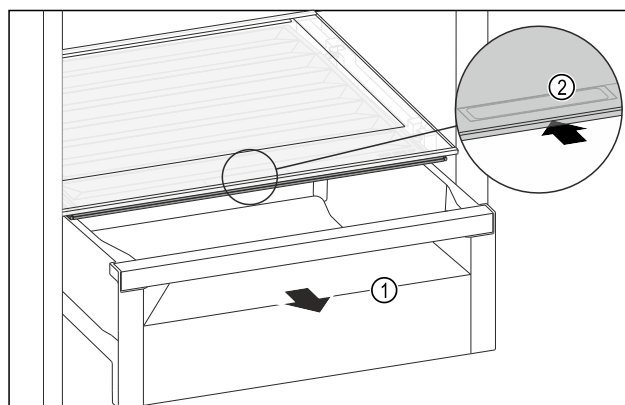

Fig. 207
- Schubfach Fig. 207 (1) herausziehen.
- Griffmulde Fig. 207 (2) am Fachdeckel anfassen und Fachdeckel gleichzeitig nach hinten schieben.